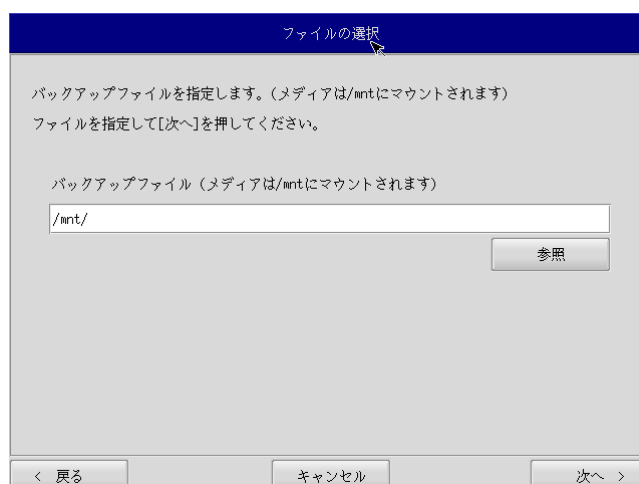

図 6-4-2. ファイル選択画面
- ③ ファイル選択画面（図 6-4-2）が表示されます。[参照]ボタンを押します。
- ⑤ ファイル選択画面（図 6-4-2）で指定したバックアップファイルが入力されていることを確認します。[次へ]ボタンを押します。